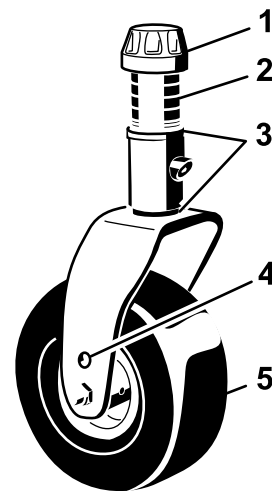
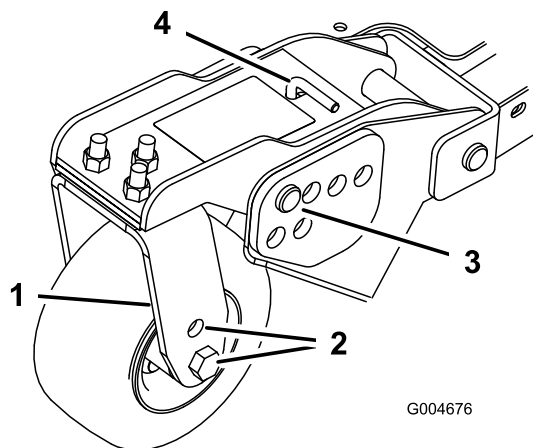
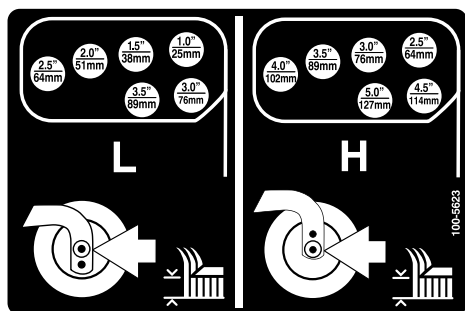

Рисунок 21
Рисунок 23
Рисунок 24
1. Поместите оси поворотных колес в одинаковые отверстия во всех вилках поворотных колес (Рисунок 21 и Рисунок 23).
2. Снимите колпачковую гайку с вала шпинделя и извлеките шпиндель из рычага поворотного колеса (Рисунок 21).
5. Извлеките игольчатые шплинты и шплинтуемые штифты из рычагов поворотных колес (**Рисунок 23**).
6. Поверните натяжную тягу, чтобы поднять или опустить поворотный рычаг до совмещения отверстий с выбранными отверстиями кронштейна высоты скашивания в раме деки газокосилки (**Рисунок 23** и **Рисунок 24**).